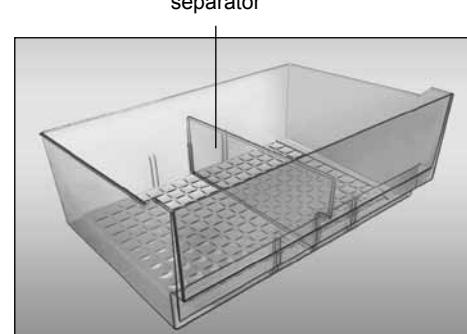

Figura 8
4.1.7 Cutia (pentru fructe și legume) are un separator, după cum se vede în figura 8, care se instalează în una din cele trei poziții cu ajutorul adânciturilor de direcționare.